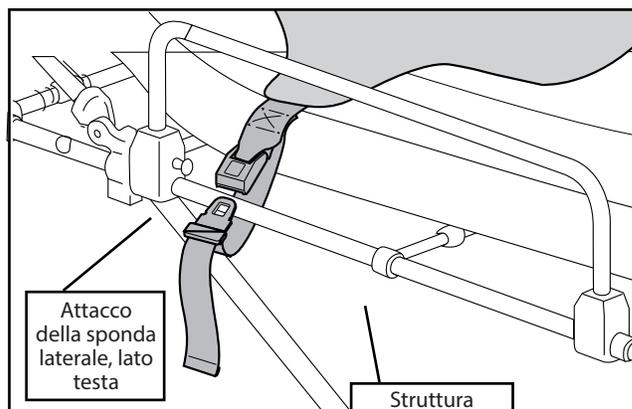

Figura 3 - Fissare una delle cinture alla struttura
4. Avvolgere la cintura attorno alla struttura e agganciarla (figura 3). Lasciare un po' di gioco per consentire eventuali regolazioni successive.